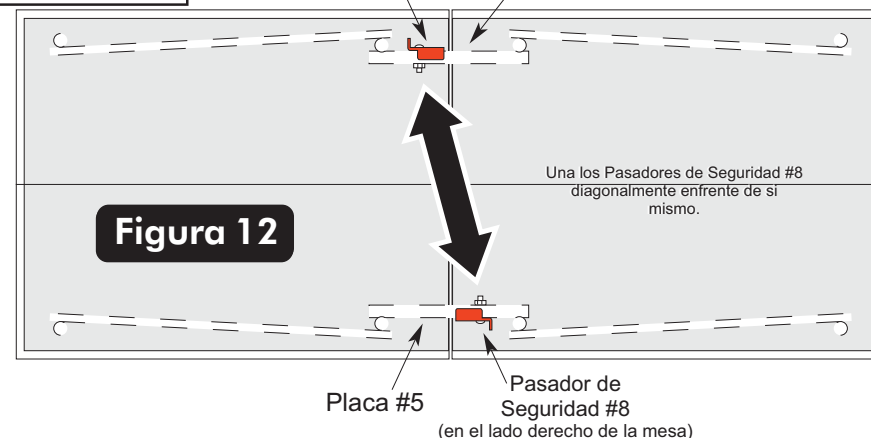

Figura 12
31. Vaya al otro lado de la mesa e instale el segundo Pasador de seguridad #8 dentro del lado derecho del orificio sobre la Placa #5. **NOTA: Los Pasadores de seguridad deben ir unidos diagonalmente cruzados de cada uno. Ver la Figura 12.**